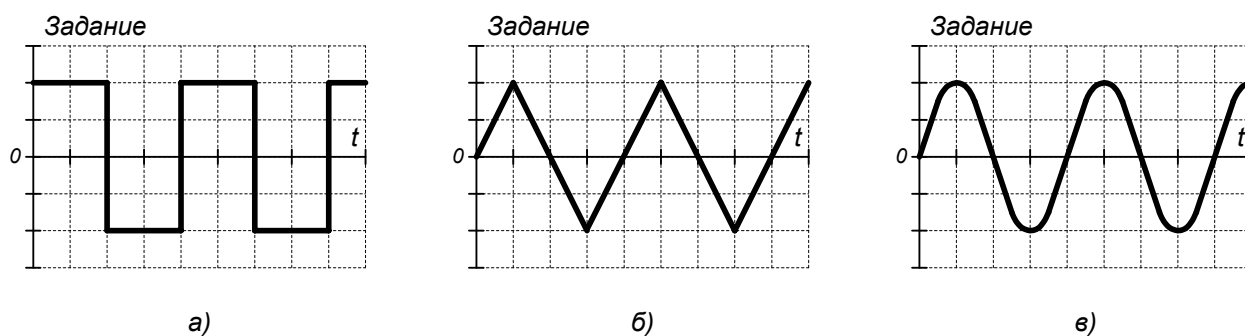

Рис. 9.17. Формы сигнала функционального генератора.
- Прямоугольный – МЕАНДР (Рис. 9.17, а),
- Пилообразный – ПИЛА (Рис. 9.17, б),
- Синусоидальный – SIN (Рис. 9.17, в).